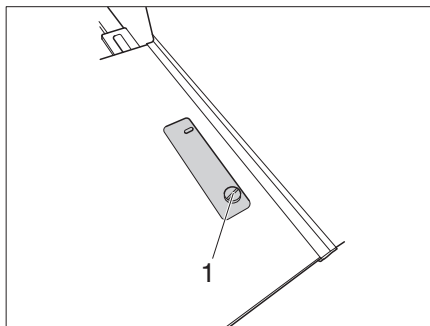

Fig. 22 Vite di fissaggio campbox
- Svitare le viti di fissaggio (Fig. 22,1) a sinistra e a destra del campbox.
- ▷ Assicurarsi che le viti di fissaggio (Fig. 22,1) siano sempre sufficientemente serrate.
- Posizionare il campbox sui fori di fissaggio e avvitare le viti di fissaggio (Fig. 22,1).